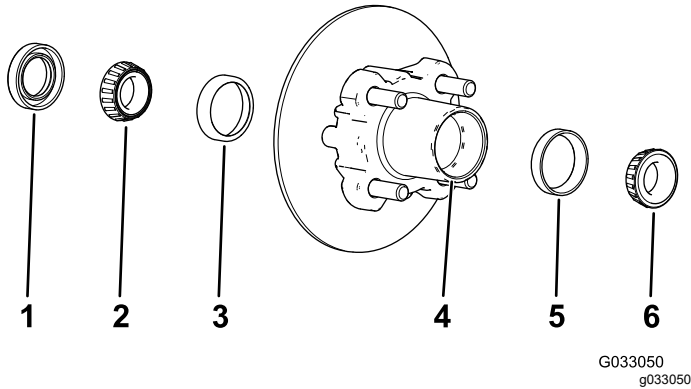

Figura 24
1. Retire o rolamento exterior do cubo (Figura 24).
2. Retire o rolamento interior do cubo (Figura 24).
5. Limpe a cavidade do cubo de lubrificante, sujidade e detritos (Figura 24).
7. Encha a cavidade do cubo 50 a 80% com o lubrificante especificado (Figura 24).
8. Monte o rolamento interior na correia no lado interior do cubo e coloque o vedante (Figura 24).